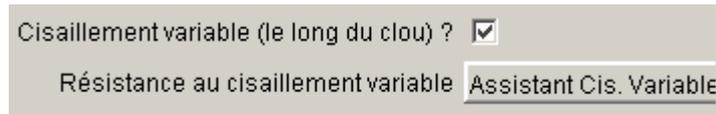

Figure 47 : boîte de dialogue Renforcements : onglet 1 (clous), avec case "Cisaillement variable (le long du clou)" cochée
- **Assistant cis. Variable** (si la case "Cisaillement variable (/le long du clou)" est cochée, Figure 47). Dans ce cas, voir à la fin de ce chapitre pour la définition du cisaillement variable ;
Si la règle de calcul est (T_{cal} , C_{imp}), et que la case à cocher "Cisaillement variable (/le long du clou)" est cochée, le bouton "Assistant Cis. Variable" apparaît (Figure 47). Cliquer dessus : une nouvelle fenêtre spécifique s'ouvre alors (Figure 50) :